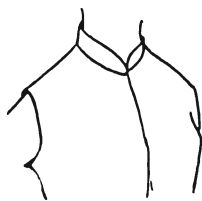
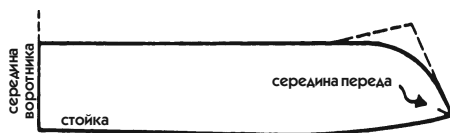

Рис. 420
Рис. 421
Такой воротник в виде узкой полосы, приподнятой по шее, плотно облегает ее благодаря креплению к узкому вырезу горловины (рис. 420). (Задание выполнять не требуется.)
2. Начертите край воротника либо закругленным, как на рис. 420, либо заостренным. Высота воротника по линии середины 3—4 см (в зависимости от высоты шеи) (рис. 421).